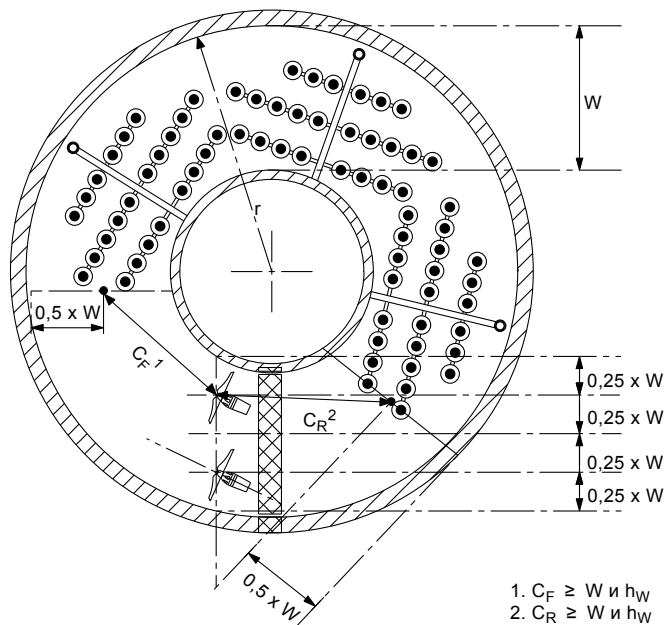

Рис. 42 Два образателя потока в резервуаре в форме кольцевого канала
- При установке двух образателей потока (рис. 42) резервуар необходимо разделить на две половины и расположить каждый образатель потока в центре каждой половины резервуара ($0,25 \times W$). Установите образатель потока под углом от $7,5^\circ$ до $22,5^\circ$ в направлении центра резервуара.